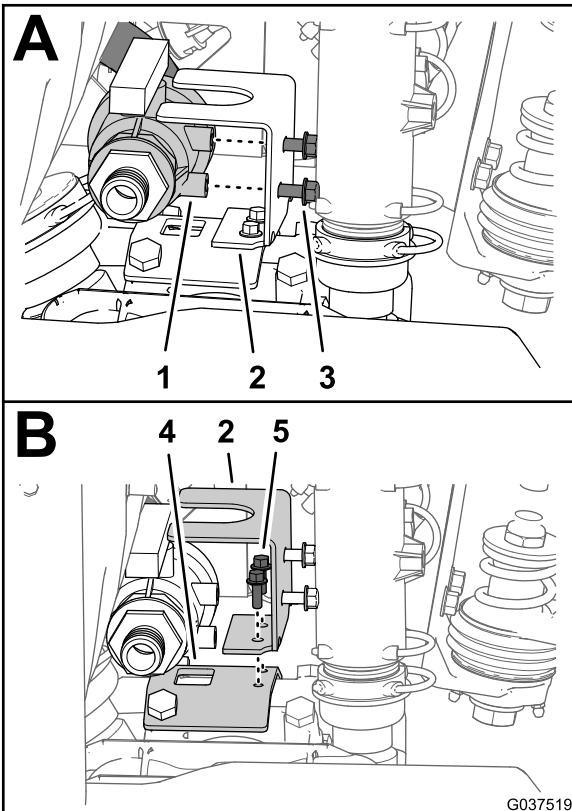

Figura 34
- Nella parte superiore della pompa dell'irroratrice, rimuovete i 2 bulloni a testa flangiata (5/16 x 3/4 poll.) che fissano la valvola di accelerazione dell'agitatore alla staffa della valvola di accelerazione (Figura 34).
- Rimuovete i 2 bulloni a testa flangiata (1/4 x 3/4 poll.) che fissano la staffa della valvola di accelerazione alla staffa della pompa dell'irroratrice e rimuovete la staffa dalla macchina (Figura 34).